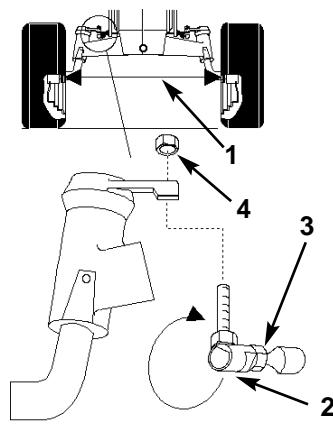

Fig. 32
Mantenete la convergenza delle ruote anteriori come indicato. Se l'usura delle ruote è irregolare, se il tappeto erboso è rigato o se lo sterzo è faticoso, è necessario metterla a punto. Verificate la convergenza ogni 100 ore di esercizio, oppure una volta all'anno, optando per l'intervallo più breve (Fig. 32).
3. Misurate la distanza tra i cerchi (all'altezza del fuso), sul davanti e il dietro delle ruote (Fig. 32).
2. Togliete il nodo sferico da una leva dello sterzo (Fig. 32).
4. Allineate le superfici piene del nodo sferico con le superfici piene del tirante, e serrate il controdado (Fig. 32).